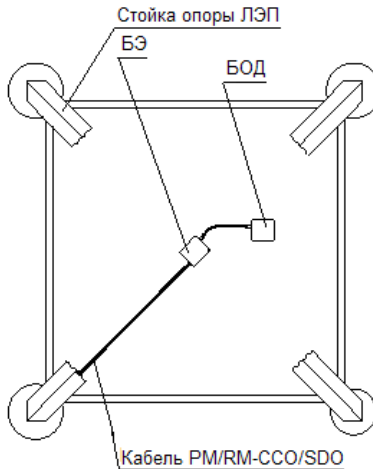

Рисунок 3.13 - Расположение БЗ и БОД.
- установить в центре опоры ЛЭП в грунте на глубине 0,3 м блок электронный (БЭ) и БОД, рисунок 3.13;